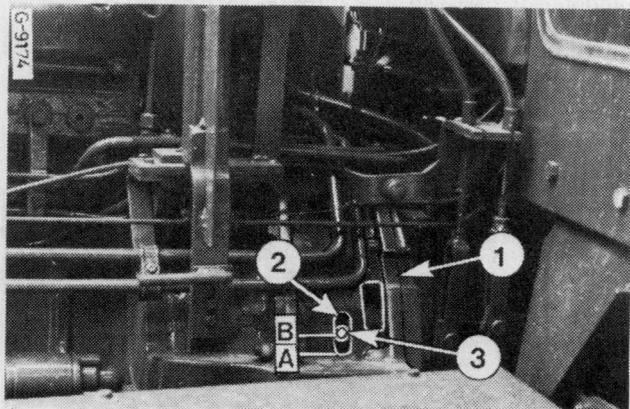

Figure 85
Alignez le bouchon (3, fig. 85) sur la moitié supérieure de l'ouverture d'accès (2) à l'aide d'un tournevis, comme indiqué dans le paragraphe «Remplacement de l'huile». Enlevez le bouchon (3).
- Faites tourner le coupleur de manière à amener le bouchon (3, fig. 85) dans sa position inférieure extrême. Pour ce faire utilisez un tournevis et effectuez un mouvement de levier en prenant appui sur le bord de l'ouverture d'accès et sur les ailettes de refroidissement du carter de coupleur.
- Enlevez le bouchon (3) et laissez l'huile s'écouler complètement.
- Alignez le bouchon sur la moitié supérieure de l'orifice d'accès (2) et enlevez le bouchon.